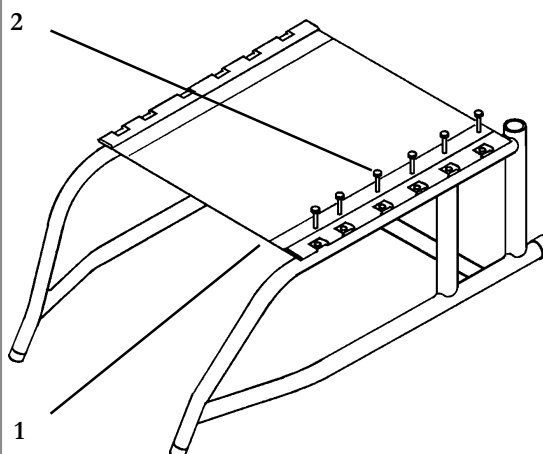

Fig. 32
Setetrekket kan strammes ved bruk av borrelåsen (1) under setet. Ta av stjerneskrue (nr 2) som fester venstre side av setetrekket (2). Juster borrelåsen slik at trekket har ønsket spenning. Sett i skruene og trekk til et moment på 5 - 8 Nm (Fig. 32).